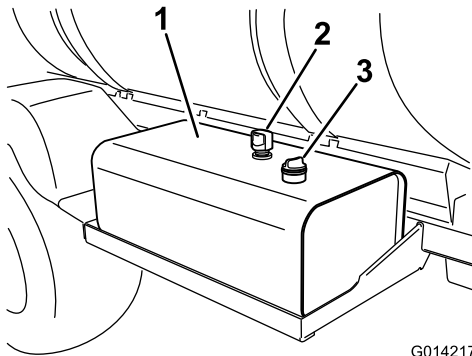

Bild 94
2. Reinigen Sie den Bereich um den Peilstab des Hydraulikölbehälters und nehmen ihn ab (Bild 94).